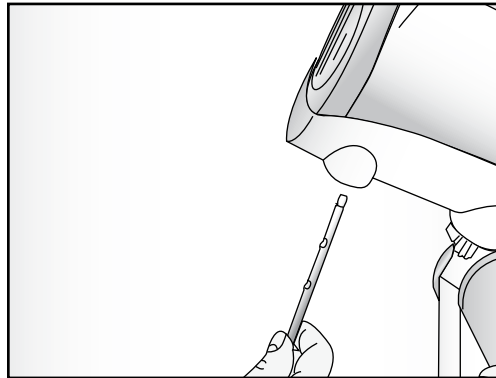

Fig. 5
- Introduire les fouets (I-L) dans les trous situés sur la partie inférieure du bras, jusqu'au dé clic (Fig. 5).
- Verser les ingrédients dans le bol (A) et, en frappant le poussoir d'inclinaison du bras (H), abaisser le corps moteur (F).
- Die gewünschten Rührbesen (I-L) in die Öffnungen einführen und drücken, bis sie einrasten (Abb. 5).
- Die Zutaten in die Schüssel (A) geben, die Kipptaste des Arms (H) betätigen und Motor (F) nach unten kippen.